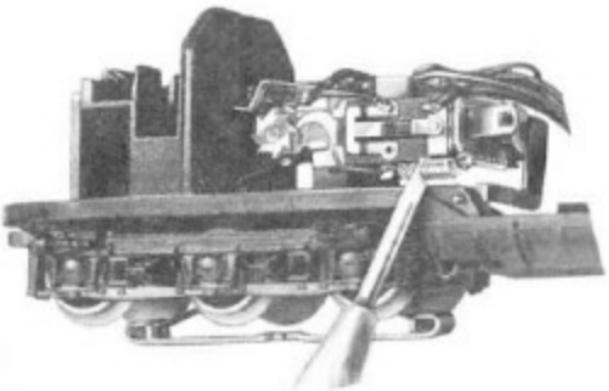
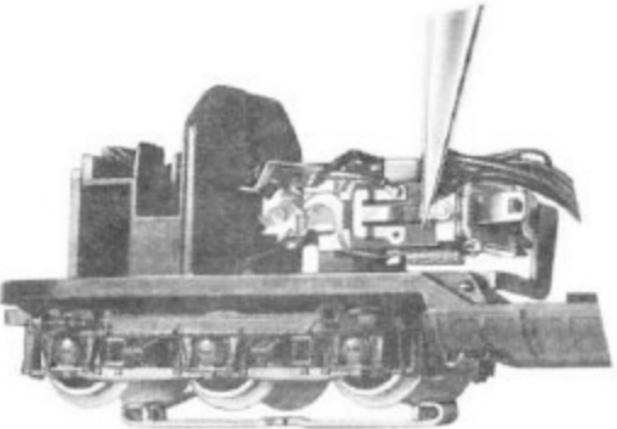

Fig. 1
Fig. 2
Schaltet der Zug beim Einstellen einer hohen Fahrspannung die Richtung von selbst um oder bleibt in diesem Falle stehen, dann ist nach Abnahme des Gehäuses am Motorwagen (siehe Punkt 5a) die Schalschieberfeder des Fahrrichtungsschalters etwas mehr zu spannen. Wechselt der Zug beim Auslösen der Überspannung die Fahrrichtung nicht oder erst nach einer gewissen Verzögerung, dann muß die Spannung der Schalschieberfeder vermindert werden. Das Spannen geschieht durch Kürzen und das Entspannen durch Verlängern der Schalschieberfeder. Im letzteren Fall werden, wie aus Fig. 1 ersichtlich, mit einem kleinen Schraubenzieher 2 – 3 Windungen der Feder etwas gedehnt. 2 dieser Federn liegen dem Zug als Ersatz bei.
Bei Funkenbildung an den Kontakten wird ein Nachjustieren der Kontaktfeder des Unterbrecherschalters nötig. Mit einer nach der Kröpfung der Feder angesetzten Pinzette kann das freie Ende gebogen und damit der Kontaktdruck geändert werden (Fig. 2).
If the train continually reverses when running at high speeds the reverse unit must be adjusted. Remove the body and slightly increase the tension on the reverse unit spring (see point 5a for removing body). If the train does not reverse at all, decrease the tension on the reverse spring. See fig. 1 for the method of opening up the coils of the spring gently for decreasing the tension. There are two spare springs supplied with your locomotive. If the contacts on the reverse unit spark continuously, the pressure of the contacts should be increased. This can be done with a pair of tweezers (fig. 2).
2. Inversion du sens de marche. L'impulsion de surtension commandée à partir du transformateur. Märklin inverse le sens de marche du train, les feux ainsi que les rôles des frotteurs de l'élément moteur et de la voiture de pilotage. Nous conseillons de régler le bouton du transformateur sur position «O» pour obtenir un fonctionnement impeccable du relais inverseur. Si le train inverse son sens de marche aux vitesses élevées, ou s'il s'arrête dans les mêmes conditions, il faut augmenter la tension du ressort de rappel du relais inverseur, après avoir retiré la caisse de l'élément moteur (voir § 5a). Si par contre le train n'inverse pas son sens de marche sous l'action de l'impulsion de surtension, ou si cette inversion se fait avec un certain retard, il faut réduire la tension du ressort de rappel du relais inverseur. Pour augmenter la tension de ce ressort, il faut le raccourcir et pour réduire cette tension, il faut allonger le ressort. Dans ce dernier cas, il faut légèrement écarter plusieurs spires à l'aide d'un tourne-vis (voir fig. 1). Nous joignons 2 ressorts de rechange au train.
Un réglage des languettes de contact est nécessaire si l'on observe la formation d'étincelles aux contacts du relais. La figure 2 montre comment il est possible de modifier la pression des contacts à l'aide de pincettes.